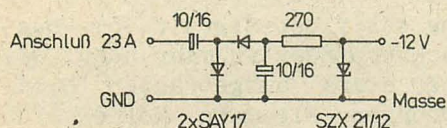

Bild 5.1 Schaltung zur Gewinnung der -12 V
-12 V (23A): Dieser Anschluß führt eigentlich keine -12 V, sondern eine hochfrequente Wechselspannung, aus der die -12 V aber mit einer Zusatzschaltung gemäß Bild 5.1 gewonnen werden können. Belastbar ist dieser Anschluß mit etwa 10 mA.